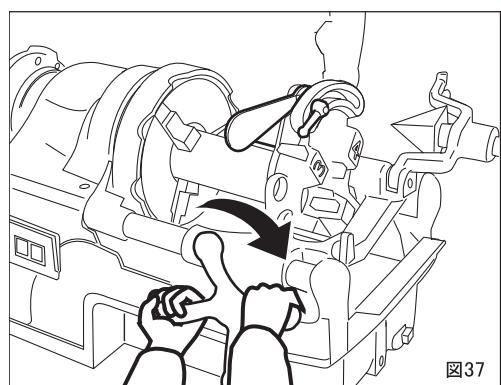

図37
③送りハンドルを右回り方向に動かしパイプにチーザを押し付け食い付させてください。ねじ山が3～4山切れればあとは自動的にねじが切れます。このマシンに使用されているシリーズモータは、回転数が、負荷によって自動的に変化します。（図37）